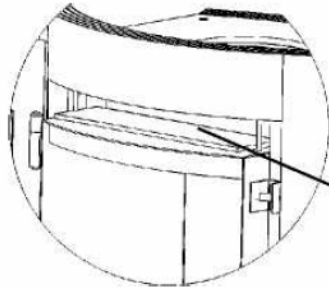

Fig.16: veiligheidsluikje
- 6) Controleer bij de Misty, Cadra Nova en Spectra Nova of het veiligheidsluikje de verbrandingskamer goed afdicht (zie fig 16).